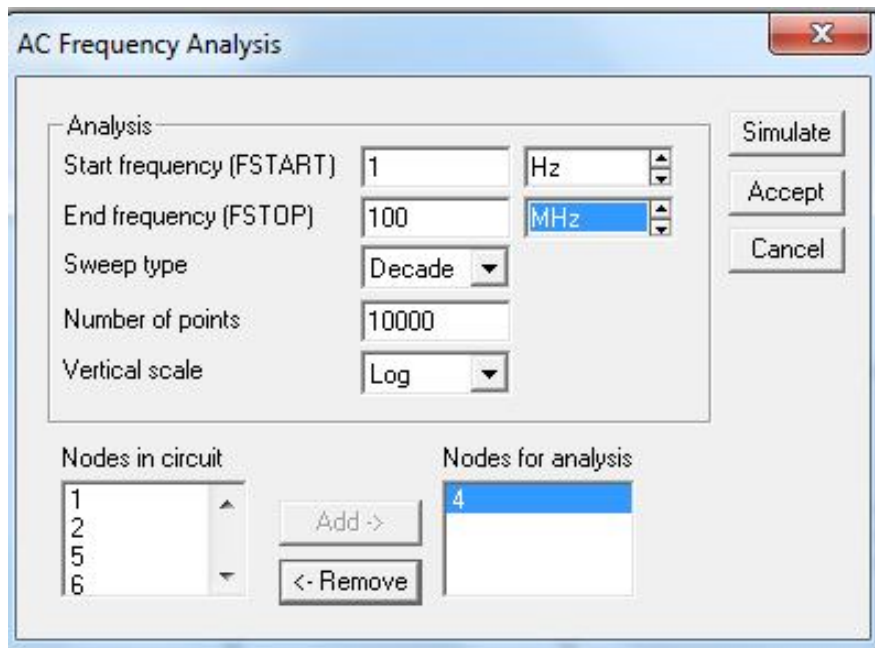

Рисунок 4.26 – Діалогове вікно для задання частотного діапазону
2. Зняти частотні характеристики за допомогою команди **Analysis/AC Frequency** (аналіз по змінному струму) (рис. 4.26).